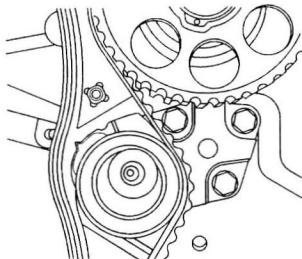

图 1-3-10 调节臂指针对准张紧器托架指针
10. 转动水泵，直到正时皮带自动张紧器调节臂上的指针对准正时皮带自动张紧器托架上的指针（图 1-3-10）。